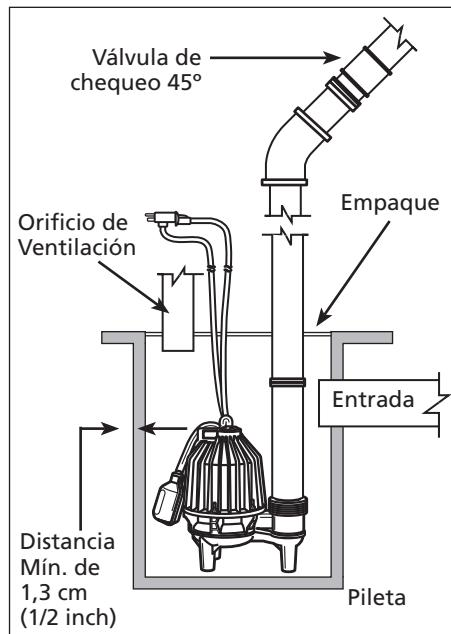

Figura 3 - Piletas Prefabricadas
6. Esta bomba tiene un interruptor/float desmontable con un enchufe incorporado (vea la Figura 3). La longitud del cordón entre el flotante y la abrazadera no debe ser menos de 8,26 cm (3-1/4 inch) y no se debe usar en una pileta de menos de 35,6-cm (14 inch) de diámetro. Si va a usar un diferencial diferente al fijado de fábrica, cerciórese de que cuando la bomba se apague todavía haya por lo menos 10,2-cm (4 inch) de agua en la pileta de modo que el impulsor permanezca sumergido.